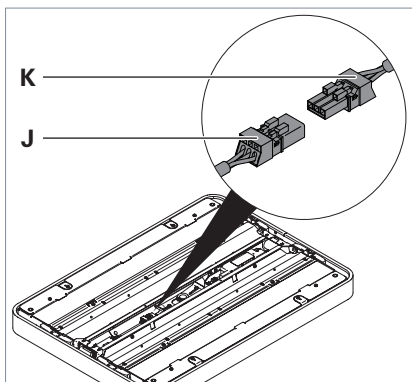

Fig. 11: Leuchtenkopf anschließen, Teil 2.
- Verbinden Sie die Buchse **K** mit dem Stecker **J** am Leuchtenkopf, siehe Fig. 11.